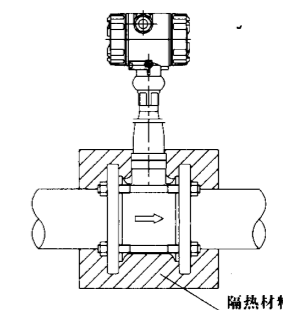

图 19
- 6、当测量保温流体时,不要把隔热材料裹放在显示器的周围(图 19)。